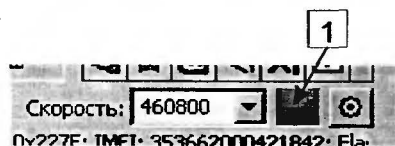

Рис. 1.1.20. Индикатор подключения программы V_Klay к телефону
(при появлении диалогового окна, показанного на рис. 1.1.18) необходимо кратковременно нажать кнопку включения телефона. Последний при этом не должен включиться. Индикатор соединения телефона с ПК (1) показан на рис. 1.1.20. Если через 1...3 с состояние диалогового окна (рис. 1.1.18) программы V_Klay не изменилось, то логического соединения с телефоном не произошло. В этом случае проверяют настройки (метод доступа, COM-порт и скорость обмена) и повторно нажимают кнопку включения телефона. Если и это не помогло, проверяют, поддерживает ли кабель данную модель телефона (см. [7]).
Дополнительная информация о подключении телефонов к V_Klay может быть получена из справочной системы программы. Индикацией того, что V_Klay подключился к телефону, является цвет квадрата, расположенного в правом верхнем углу диалогового окна V_Klay, справа от выпадающего списка выбора скорости работы (1 на рис. 1.1.20). Если данный квадрат зеленый — программа обмена между ПК и телефоном (LOADER) не загружена, а если красный — загружена. Для выгрузки этой программы-загрузчика необходимо нажать кнопку, размещенную справа от квадрата-индикатора. При отключении телефона от DATA-кабеля без предварительной выгрузки LOADER для включения телефона необходимо отключить и снова подключить его аккумулятор.